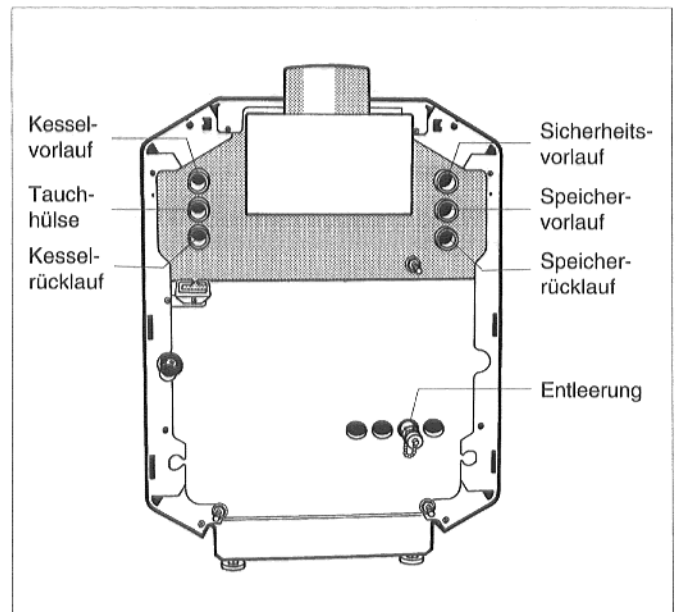

Abb. 5: Wasserseitige Anschlüsse (Lieferzustand)
1. wie im Lieferzustand vorgesehen nach Abb. 5.